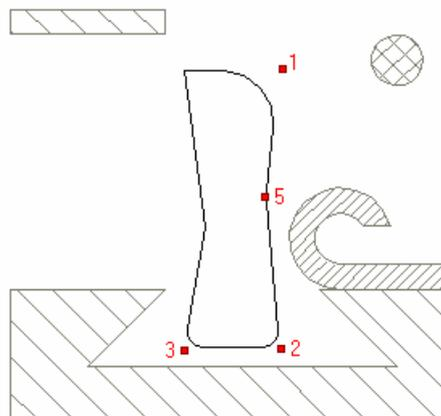

Рисунок 7
3. Укажите узлы **2** и **3** (см. Рисунок 7).
6. Укажите узлы **1** и **5** (см. Рисунок 7).
Точка 5С является центром скругления R10 точки 5 на предыдущем рисунке (Рис.7).